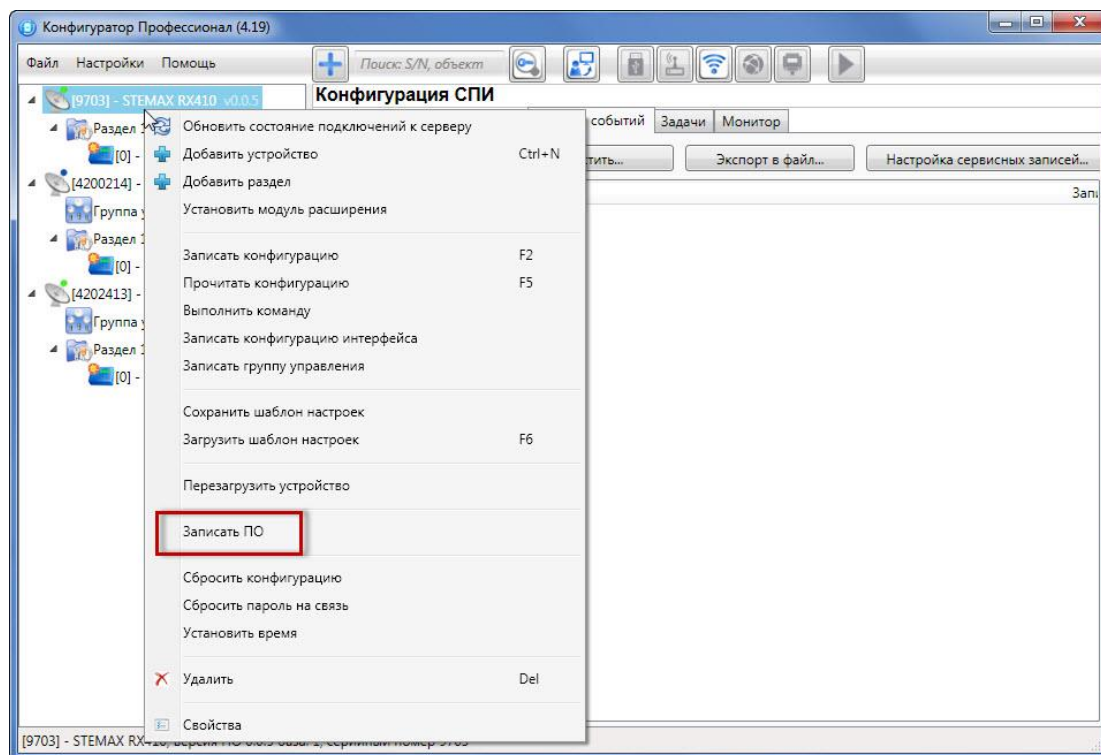

Рисунок 6.1 — Контекстное меню устройства, выбор функции *Записать ПО*
- Щелкните правой кнопкой мыши по строке контроллера в дереве устройств и в появившемся меню выберите *Записать ПО* (см. рисунок 6.1).